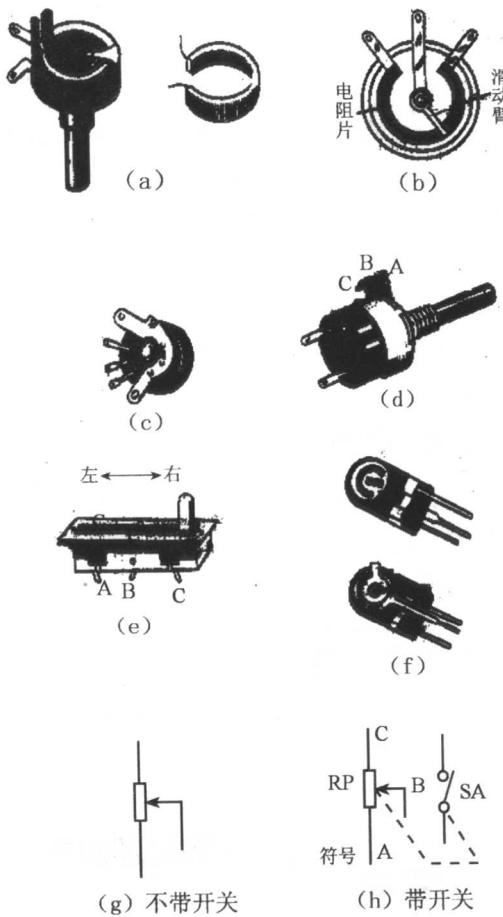

图 1-2 电位器的外形及电路符号
电位器在电路图中的符号如图 1-2 (g) 所示，仍用长方块表示电阻体，两边短线表示电阻体两端的引出焊片，带箭头的折线代表电阻体上的滑动触点。
带有开关的电位器符号如图 1-2 (h) 所示。其中，右面部分表示开关，中间虚线表示开关与电位器是受同一转轴控制的（通常音量控制采用带开关的电位器时，电路图中虚线往往不标出）。
电位器根据其使用的材料分类：有炭膜电位器（如图 1-2 (b) 所示）和线绕电位器（如
图 1-2 (a) 所示。根据其外形的大小可分为：大、小和微型电位器（如图 1-2 (c) 所示），按阻值变化规律分类：有线性 (X)、指数 (Z) 和对数 (D) 电位器；按结构分类：有旋转（如图 1-2 (a)、(c) 和 (d) 所示）和直滑式电位器（如图 1-2 (e) 所示）；还有一种半可变电位器（即微调电位器）如图 1-2 (f) 所示。